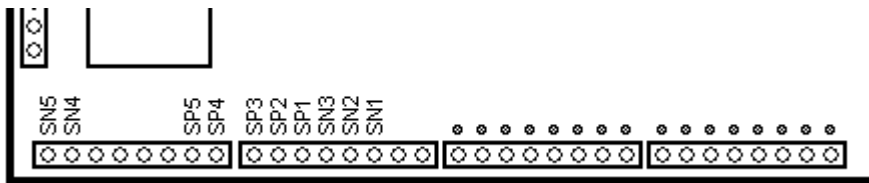

Figura 54
- 5 salidas auxiliares SP1 a SP5 (Figura 54), activas en 24Vcc
- 5 salidas auxiliares SN1 a SN5 (Figura 54), activas en 0Vcc